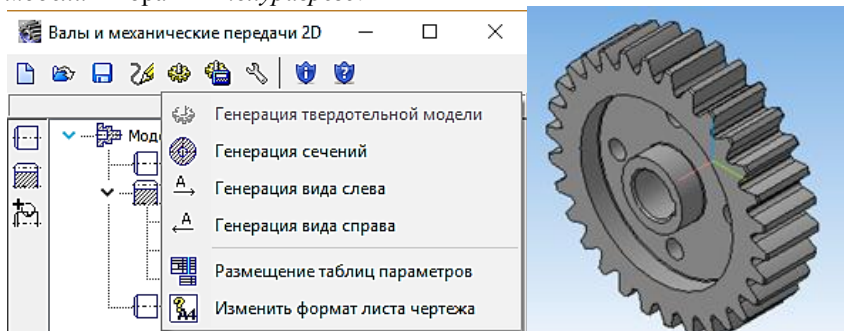

Рис.17 – Генерация твердотельной модели колеса
4.13. Згенерувати твердотільну модель колеса (Рис.17), далі – кнопку *Сохранить модель и выйти*.